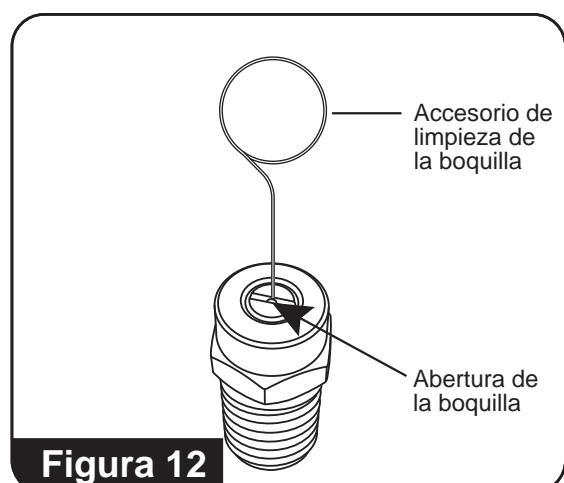

Figura 12
4. Con el accesorio de limpieza de la boquilla, libere cualquier material que obstruya o restrinja las aberturas de la boquilla. (**Consulte la figura 12**)